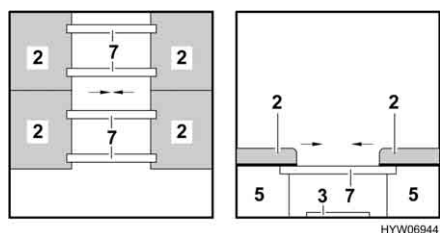

Fig. 56 Durante la trasformazione
- Estrarre le stange del letto (Fig. 56,7) dal cassone letto (Fig. 56,5).
- Sollevare i due cuscini del divano (Fig. 56,2) e collocare le stange del letto (Fig. 56,7) trasversalmente tra i due cassoni del letto nelle scanalature.